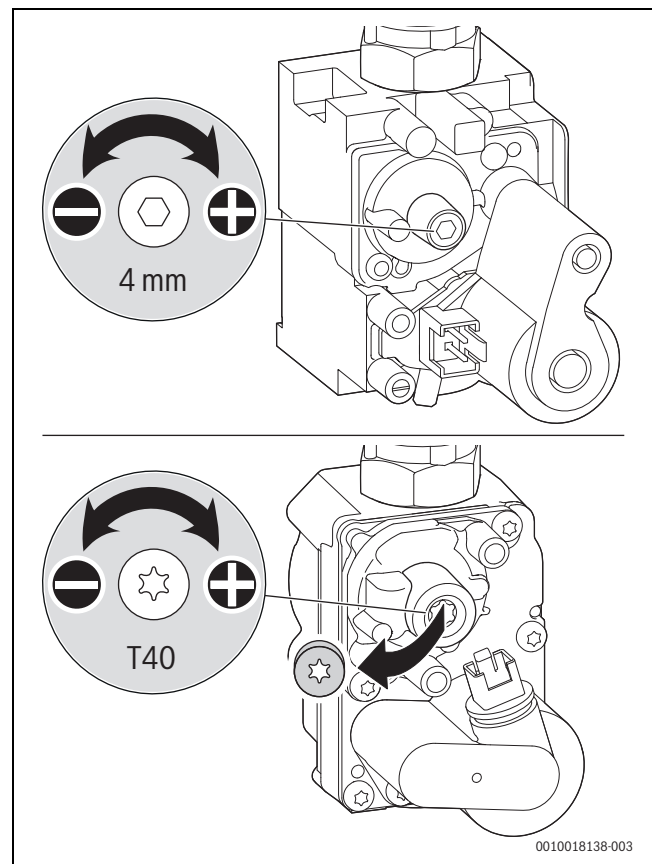

Bild 53 CO₂- oder O₂-Gehalt einstellen
- ▶ Plombe an der Einstellschraube der Gasarmatur entfernen (nur bei der unteren Gasarmatur in Bild 53) und CO₂- oder O₂-Gehalt für minimale Nennwärmeleistung einstellen.